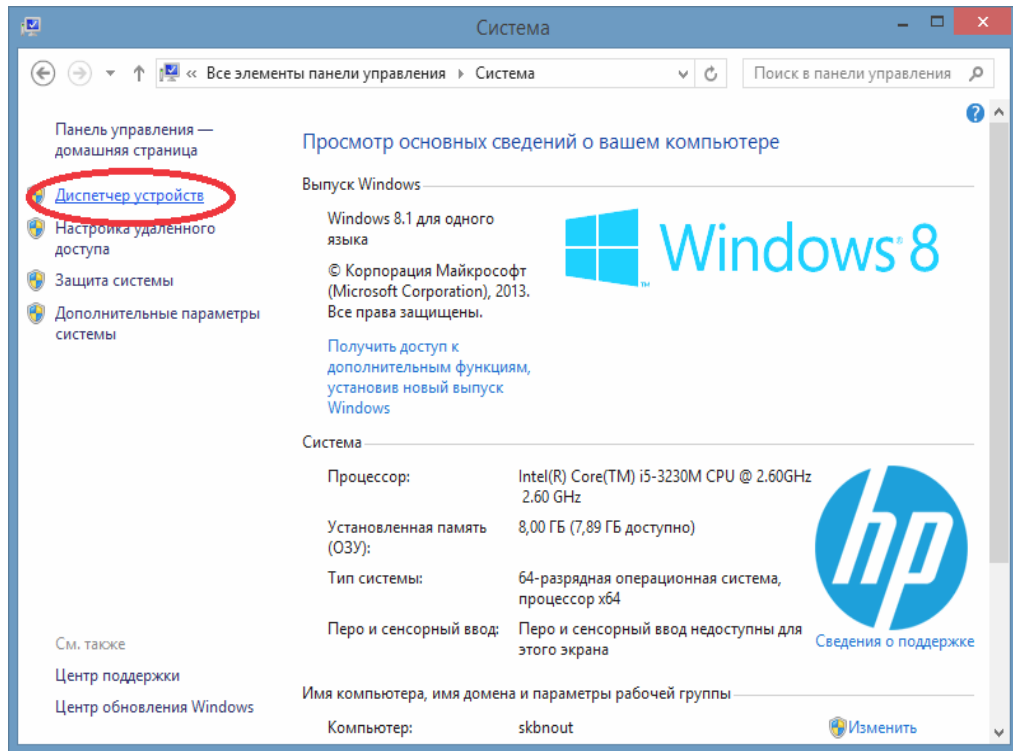

Рисунок 6
- 2) В окне «Система» выбрать пункт «Диспетчер устройств» (рисунок 6);